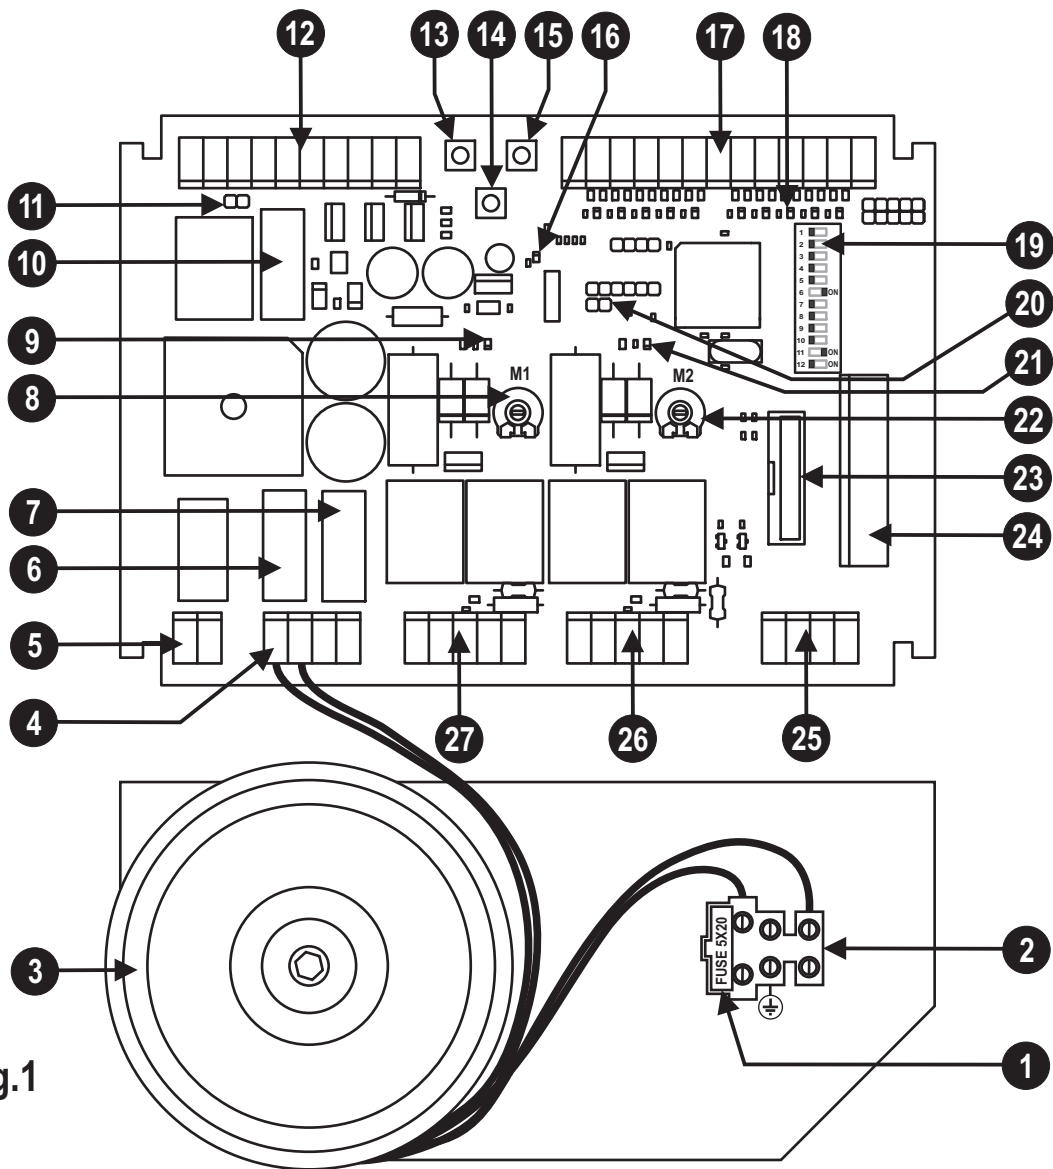

Fig.1
- Den Empfänger in den Verbinder stecken (Detail 23 in Abb. 1)
#### BESCHRIJVING VAN DE ONDERDELEN (afb. 1)
- 1- Voer een reset van de besturingseenheid uit (door het kortsluiten van jump Reset onderdeel 20 van afb. 1)
- 2- Druk ongeveer 3 seconden op de toets P3 (onderdeel 14 van afb.1)